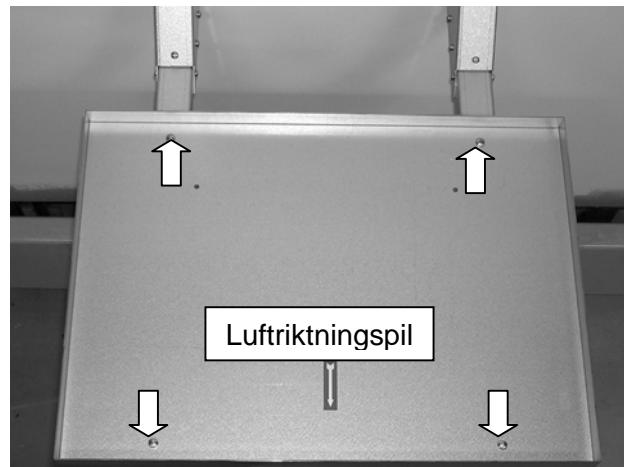

Bild 2
2. Montera konsolplattan med luftrikningspilen (bild 2) åt samma håll som avfuktaren skall blåsa, (OBS! Ej mot väggen). Skruva fast plattan med fyra skruv ST4,8x13 (se pilar bild 2).